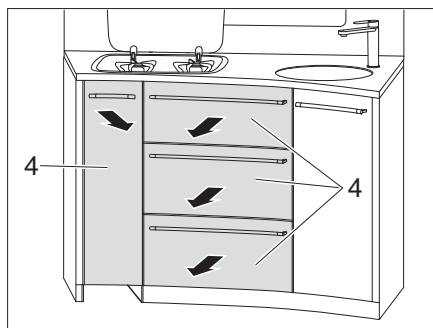

Fig. 127 Estrarre e togliere i cassetti della cucina
- Estrarre e togliere i cassetti della cucina (Fig. 127,4).